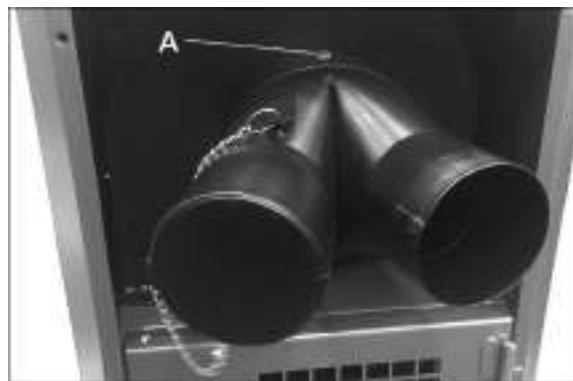

Рис. 3
2. Вставьте переходник в гнездо для сбора пыли и закрепите винтом (А, рисунок 3).